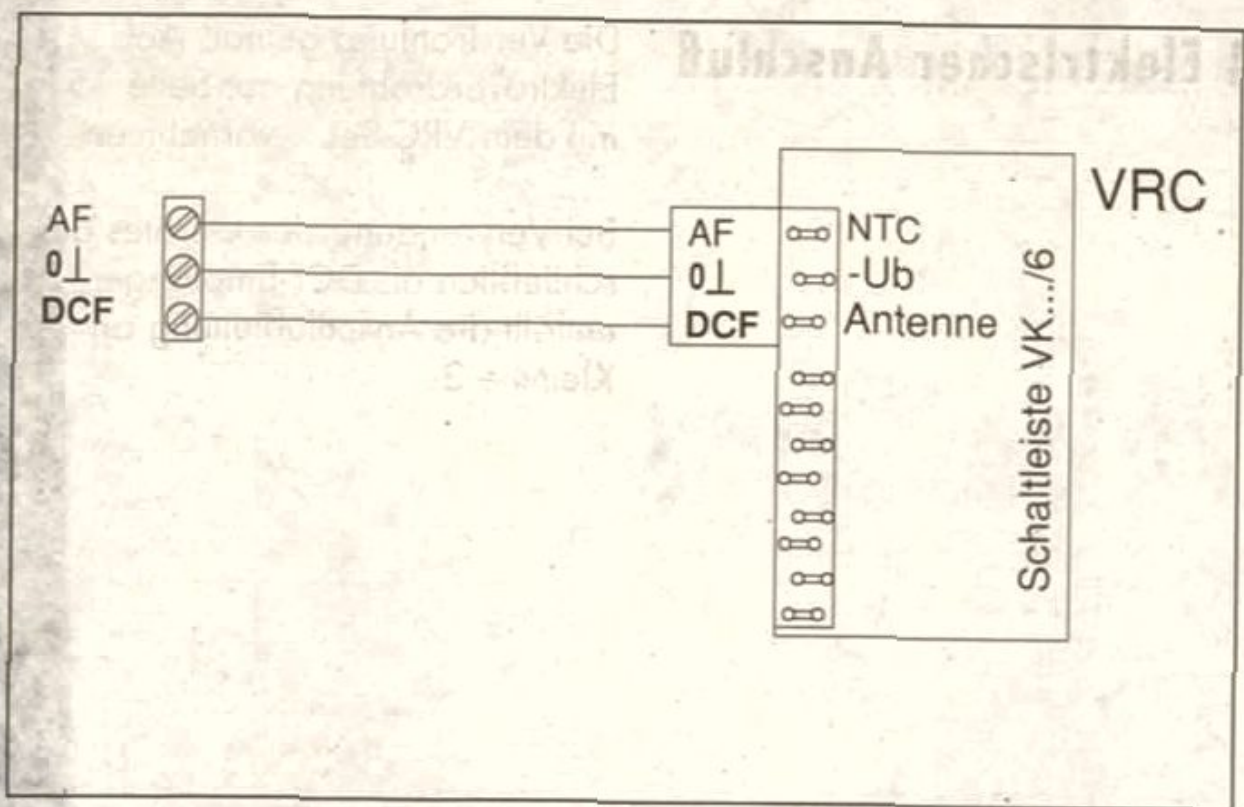

Abb. 4.1 Elektroverdrahtung
Die Verdrahtung an den Anschlußklemmen (7) entsprechend dem Anschlußschema in Abb. 4.1 „**Elektroverdrahtung**“ auf Seite 15 vornehmen.
Die Verdrahtung gemäß Abb. 4.1 Elektroverdrahtung auf Seite 15 mit dem VRC-Set... vornehmen.